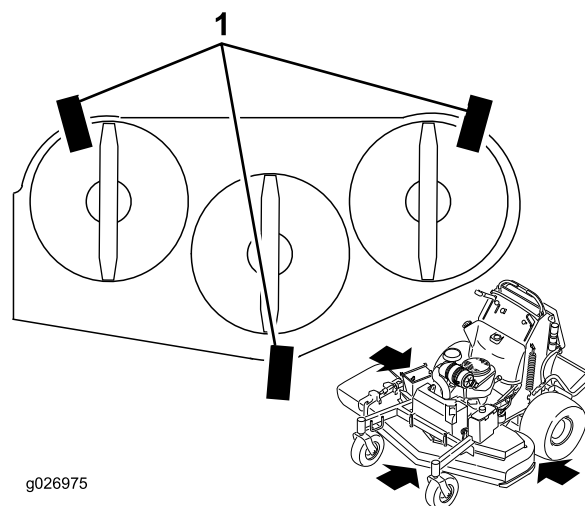

Figura 88
1. Coloque 3 listones de madera de 5x10 cm (2x4 pulgada) debajo de la carcasa del cortacésped, según se muestra en Figura 88.